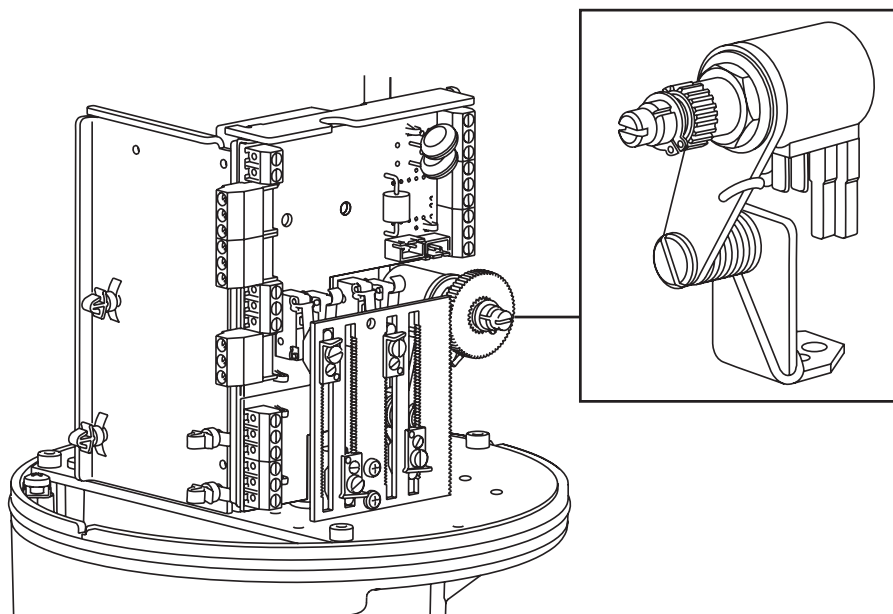

Fig. 31
6. A questo punto il multimetro legge 0 V. Se ciò non avviene, girare il perno del potenziometro di retroazione finché il multimetro legga il richiesto 0 V (Fig. 31) regolare il potenziometro di partenza P2 (Fig. 31) al punto preciso il cui il LED chiuso si è appena spento.
7. Impostare il segnale di attuazione a 20 mA (10 V). Il LED in direzione UP (SU) si accenderà e il motore dell'attuatore andrà nella posizione di finecorsa superiore e si spegnerà. Girare delicatamente il potenziometro P4 (corsa) finché il multimetro legga 10 Vcc. Girare delicatamente il potenziometro P3 (campo) in senso orario, al punto preciso in cui i LED che indicano la direzione di movimento si sono appena spenti.